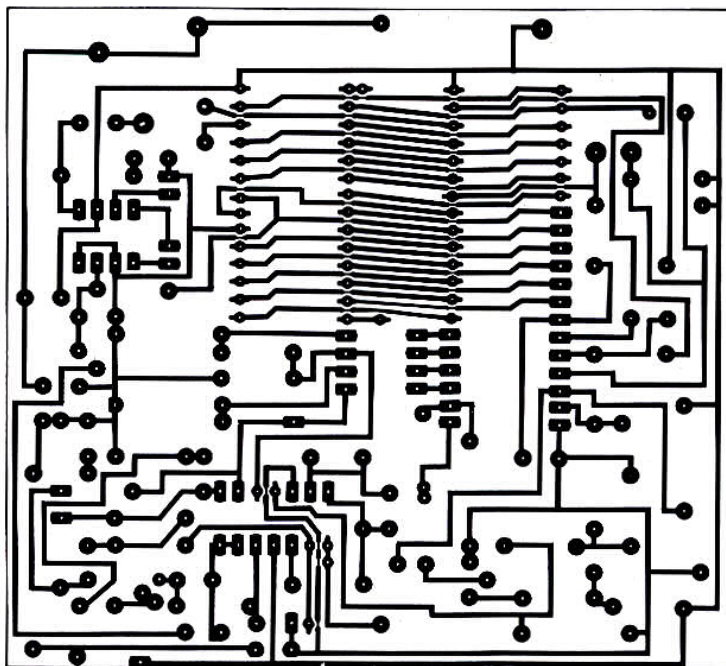

Fig. 5. - Circuit imprimé du module à UM 5100, vu côté cuivre, échelle 1.
- ajoutez éventuellement au niveau de la pastille de connexion du micro une résistance d'alimentation de 6,8 k Ω reliée au + 5 V si vous utilisez un micro à électrets à deux fils. Aidez-vous si besoin est des figures 5 et 6 pour voir où placer cette résistance. Votre module est maintenant conforme à ce qu'il faut pour recevoir le programmeur et se comporte comme sa version « rénovée » que nous allons maintenant réaliser pour ceux d'entre vous qui ne possèdent rien. Nous vous incitons néanmoins à lire la partie consacrée aux essais de cette version rénovée présentée ci-
Le circuit imprimé destiné à recevoir ce montage vous est présenté figure 5. Il est souhaitable de le réaliser par méthode photo ou, au moins, par transferts directs en raison de la finesse de son tracé. Vous pouvez aussi avoir recours à un fabricant spécialisé, ou à un revendeur de composants qui peut vous proposer un tirage à partir du dessin du journal, ce qui est une solution intéressante pour ceux d'entre vous qui ne souhaitent pas investir dans du matériel à circuits imprimés qui ne leur sert pas souvent.